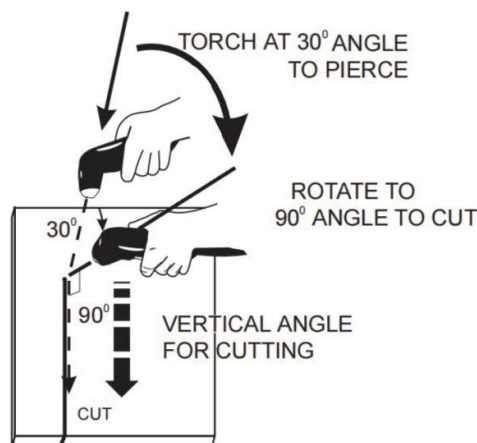

Figura 17 Operación de corte
4. La Figura 17 es solo de referencia.
Referencia del soplete de corte Figura 17 Cabezal del soplete de corte. Si es necesario sustituir los accesorios del soplete de corte, acceda al sitio web oficial WWW.ARCCAPTAIN.COM